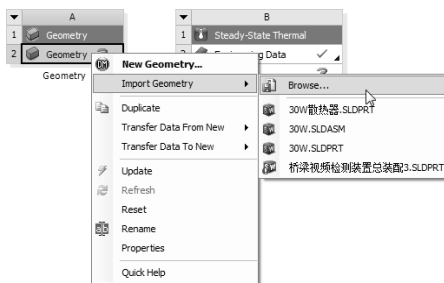

图 12-60 选择【Import Geometry】|【Browse】命令
1) 在 A2 栏的【Geometry】项上单击鼠标右键，在弹出的快捷菜单中选择【Import Geometry】|【Browse】命令，如图 12-60 所示，弹出【打开】对话框。